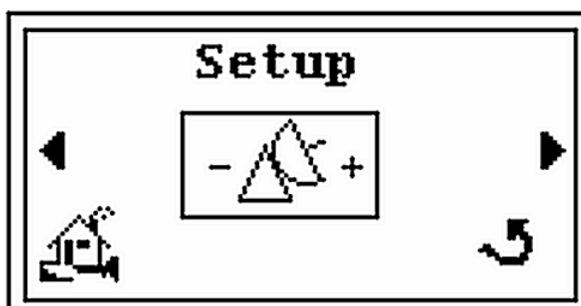

Figure 2-13 Ecran de réglage
3. Presser **▶** et l'écran de *Réglage* apparaît (Figure 2-13).